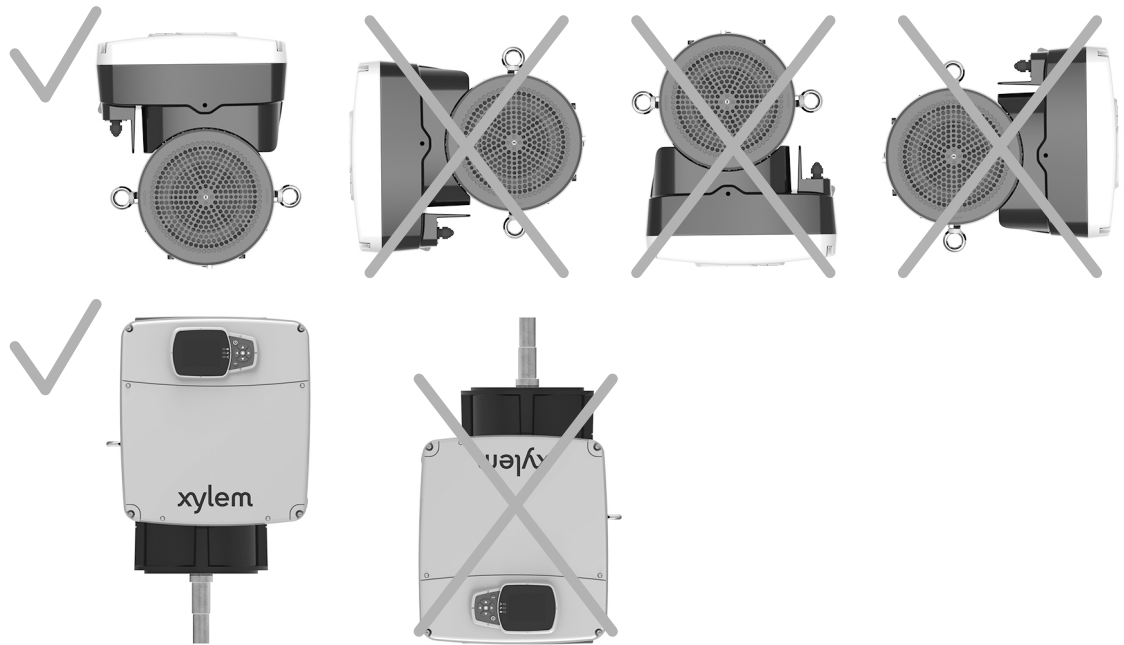

Figure 4: Positions permises
- Positionner l'appareil comme indiqué dans la figure 4.